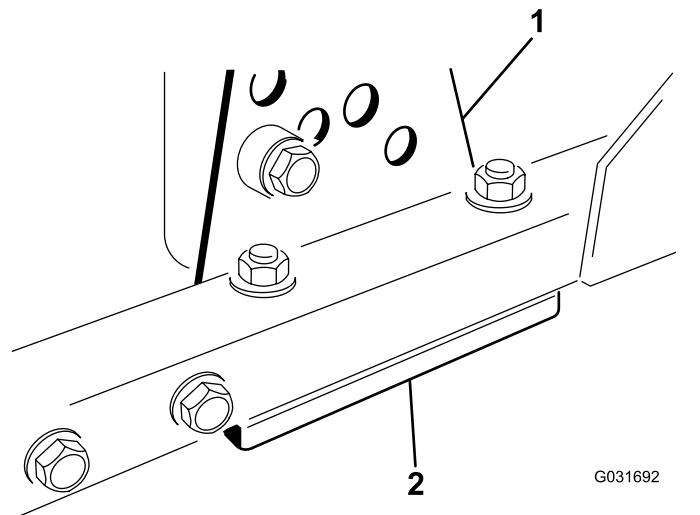

Bild 82
und der Halterung ein, um die gewünschte Schnitthöhe zu erhalten (Bild 82).
1. Entfernen Sie die Schnitthöhen-Einstellhalterung (vorne, links oder rechts) vom Mähwerkrahmen (Bild 82).